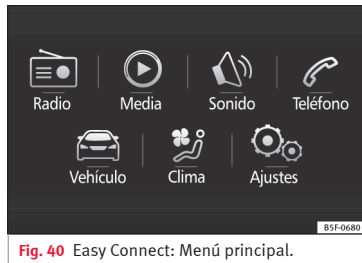

Fig. 40 Easy Connect: Menú principal.
- Pulse la tecla **MENÚ** del sistema y posteriormente el botón de función **Vehículo** » **fig. 40**, o la tecla **CAR** del sistema, para ir al menú **Vehículo** » **fig. 41**.